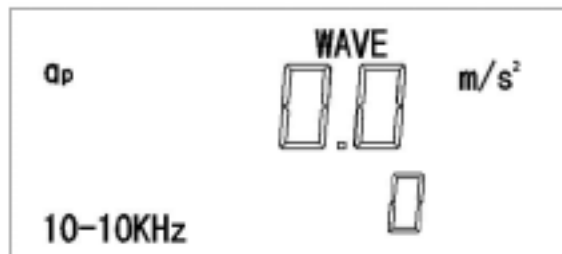

图 3-5
- 2.打开仪器开关,大约两秒钟后液晶屏上显示为待机状态,见图 3-5;